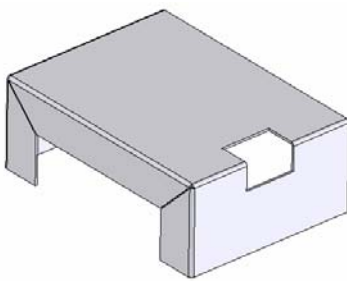

图 9-159 将钣金零件重新折叠
④ 选择菜单栏中的“插入”→“钣金”→“折叠”命令，或者单击“钣金”工具栏中的“折叠”图标，弹出“折叠”属性管理器。
⑤ 在图形区域中选择在展开操作中选择的的面作为固定面，选择展开的折弯作为要折叠的折弯，单击“确定”图标，结果如图 9-159 所示。